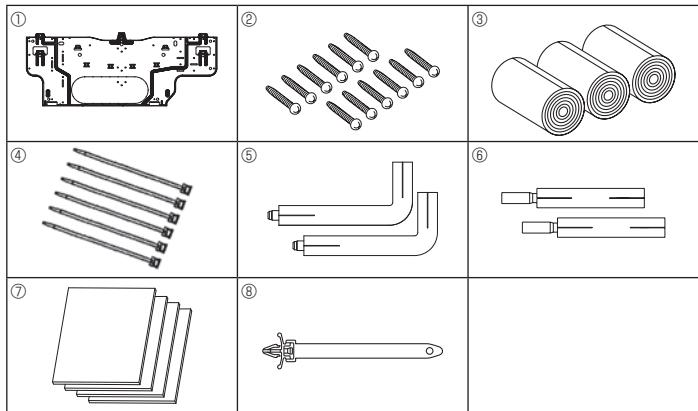

Fig. 3-1
### 3.1. Comprobación de los accesorios de la unidad interior (Fig. 3-1)
- Ⓐ Placa de montaje ① en la Fig. 3-1
- Ⓓ Tornillos de fijación (4 x 25) Ⓛ en la Fig. 3-1
- Ⓕ Placa de montaje Ⓛ en la Fig. 3-1
- Ⓔ Cinta de fieltro Ⓛ en la Fig. 3-1